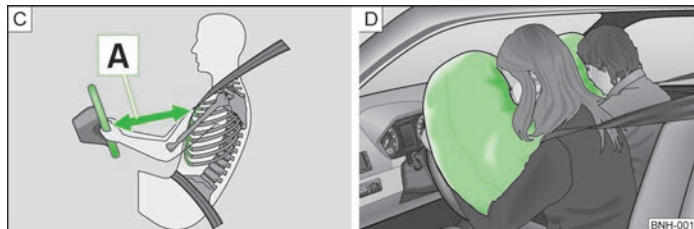

Abb. 83 Sicherer Abstand zum Lenkrad / Gasgefüllte Airbags
Werden die Airbags ausgelöst, füllen sich die Airbags mit Treibgas und entfalten sich vor dem Fahrer und Beifahrer » Abb. 83 - [D]. Beim Eintauchen in den voll aufgeblasenen Airbag wird die Vorwärtsbewegung des Fahrers und Beifahrers gedämpft und das Verletzungsrisiko für Kopf und Oberkörper reduziert. ▶
- Für den Fahrer und Beifahrer ist es wichtig, einen Abstand von mindestens 25 cm zum Lenkrad bzw. zur Schalttafel einzuhalten **[A]** » **Abb. 83**. Wenn Sie den Mindestabstand nicht einhalten, kann Sie das Airbag-System nicht schützen - Lebensgefahr! Außerdem müssen die Vordersitze und die Kopfstützen immer der Körpergröße entsprechend richtig eingestellt sein.